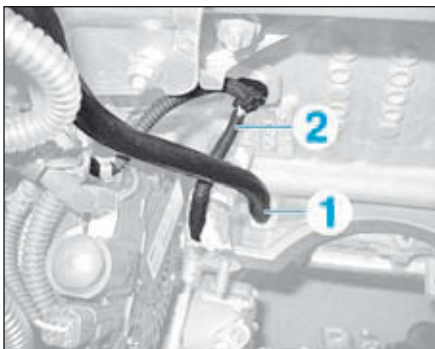

FIG.16
- Déposer le guide supérieur (1) de jauge à huile (Fig.16).
- Dégrafer et écarter le faisceau (2).